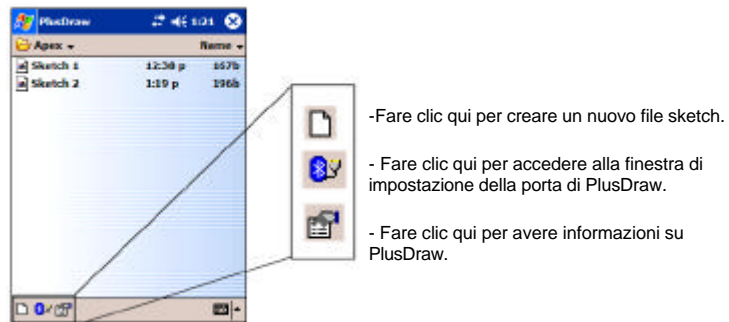

Figura 11
Se è stato creato almeno un file sketch, quando si apre PlusDraw compare per prima la schermata con la lista dei documenti (Figura 11). Questa finestra visualizza i file sketch memorizzati, consente di crearne di nuovi e permette di modificare le porte di comunicazione. Gli sketch salvati si trovano nella cartella **My Documents\Apex** del PPC.
- 2) Se i dispositivi sono collegati correttamente e non sono stati creati degli sketch con PlusDraw o Pocket Apex™, compare la vista Disegno (**scheda A** come spiegato nel capitolo precedente) e si può iniziare a disegnare la superficie. Se invece è già stato salvato uno sketch, ogni volta che i dispositivi si collegano e che si apre PlusDraw, compare l'elenco dei documenti (*Figura 11*). In questo caso selezionare l'icona per la creazione di un nuovo sketch  nella barra degli strumenti. Comparirà la vista Disegno.